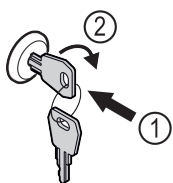

Fig. 90 Зображення для прикладу
- ▶ Вдавити ключ Fig. 90 (1).
- ▶ Повернути ключ на 90° за годинниковою стрілкою Fig. 90 (2).